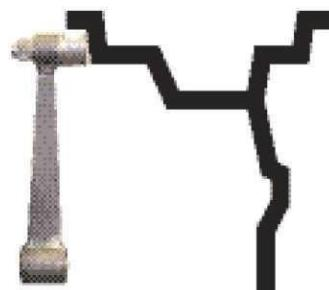

Рис. 10.1
11.2. Данная модель СБ снабжена устройством, позволяющим автоматически вводить диаметр колеса и дистанцию до колеса. Для этого необходимо, взяв за рукоятку, вытянуть из корпуса СБ штангу ввода параметров, подвести палец на конце рукоятки к месту установки корректирующих грузов на внутренней стороне диска (см. рис. 10.1) и удерживать штангу в этом положении до появления звукового сигнала, после чего возвратить штангу в исходное положение. При этом экран
Примечание: На маркировке диска указывается диаметр по посадке резины. А с помощью выдвижной штанги вводится диаметр места установки груза, например, на (рис. 10.1) вводится диаметр места установки груза на пружинке, который больше диаметра по посадке резины примерно на 1 дюйм. Поэтому диаметр, введенный выдвижной штангой будет отличаться от диаметра на маркировке диска и шины.